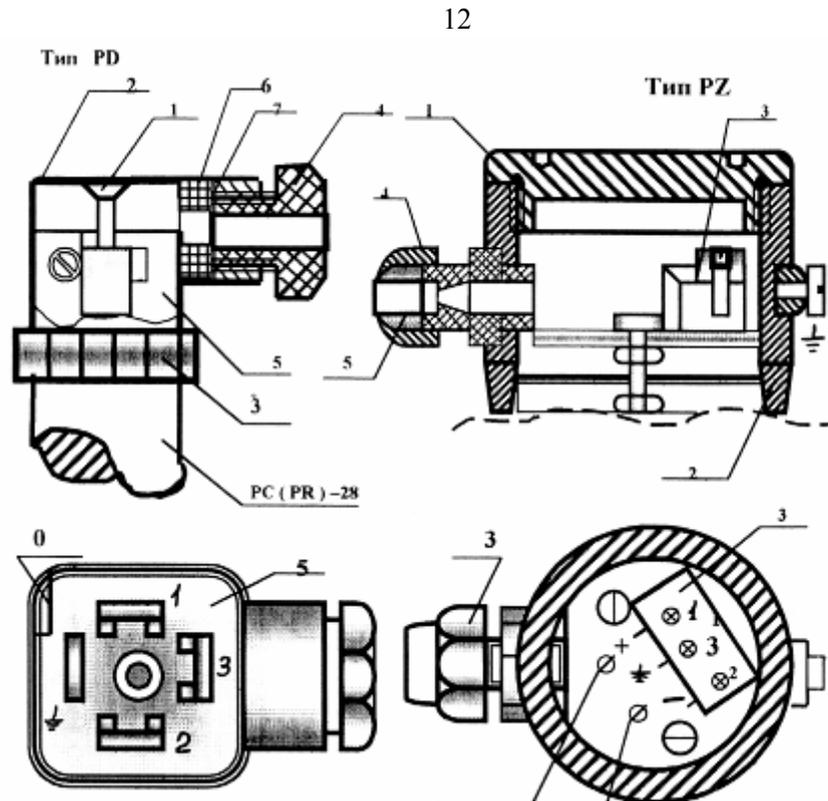

Рисунок 4 - Внешний вид электрических соединений
8.11 Для электрического присоединения с разъемом типа PZ (штепсельный разъем) (см. рисунок 4) необходимо:
8.12 Для электрического присоединения с разъёмом типа PD (штепсельный разъём) (см. рисунок 4) необходимо: